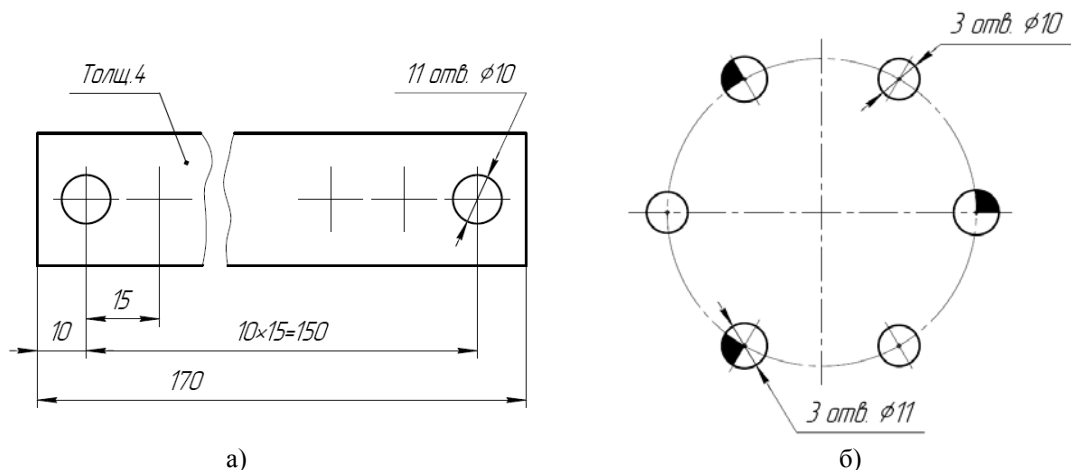

Рис.9.14. Нанесение повторяющихся размеров (а). Обозначение одинаковых элементов одинаковыми знаками (б).
2. При нанесении размеров, определяющих расстояния между равномерно расположенными одинаковыми элементами предмета (например, отверстиями), рекомендуется вместо размерных цепочек наносить один размер между соседними элементами и, кроме того, размер между крайними элементами с записью на первом месте количества промежутков между элементами и на втором месте размера промежутка (рис.9.14.а).
3. Толщину детали допускается указывать надписью на полке (рис.9.14.а.).
4. Вместо многократного повторения размеров одинаковых элементов предмета (например, отверстий, пазов, фасок и т. п.) рекомендуется наносить размеры одного элемента с указанием количества таких элементов. Допускается количество элементов указывать по типу см. рис.9.14.а.